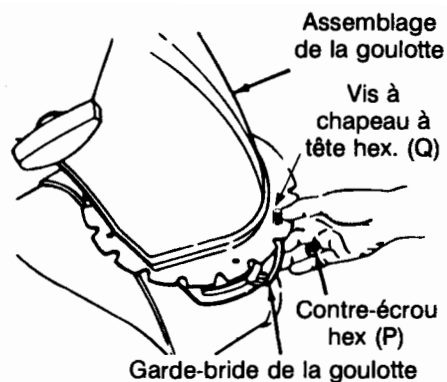

FIGURE 7
- Faites passer les vis à chapeau à tête hex. (Q) à travers les garde-bridés et la goulotte, comme à la Figure 7. Maintenez en place avec des contre-écrous à six pans (P). Serrez avec deux clés de 7/16 po. **Ne serrez pas excessivement.**